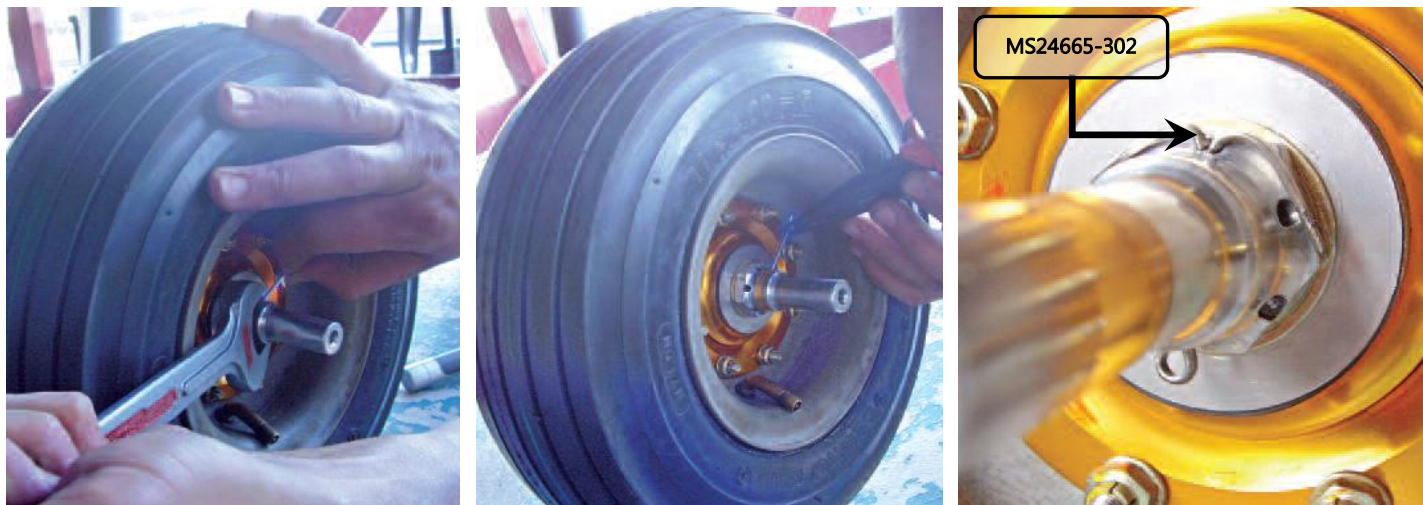

Figura 32.40.30 – Instalação do contra-pino.
15. Instalar o contra-pino (MS24665-302) no suporte (AA-32-10-400-05 para roda esquerda e AA-32-10-400-06 para roda direita), ver figura 32.40.30.